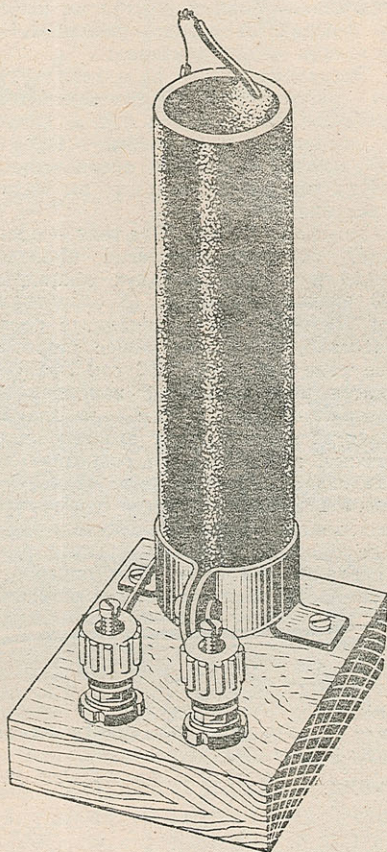

Рис. 11.
11. Сопротивление 1 мом (рис. 11). Условное обозначение —  $R_4$ .